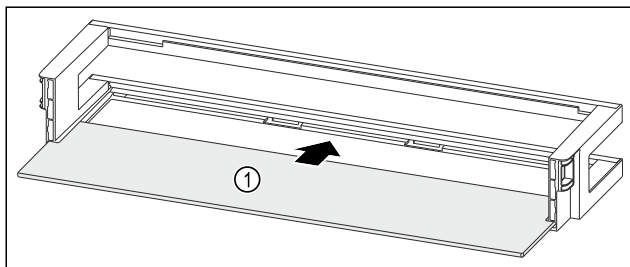

Fig. 90 Polica u vratima s policom za odlaganje
- ▶ Policu za odlaganje Fig. 90 (1) gurnite u bočne otvore.